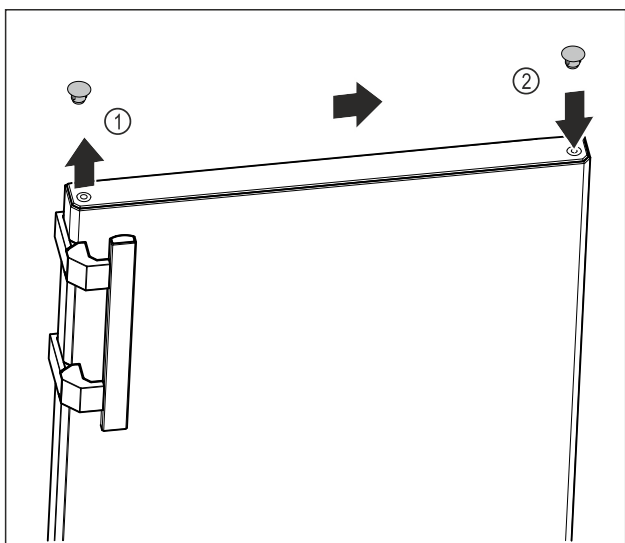

Fig. 17
- ▶ Paceliet uzmanīgi ar plakano skrūvgriezi nosedzošo aizbāzni durvju virspusē Fig. 17 (1).
- ▶ Ievietojiet nosedzošo aizbāzni pretējā pusē. Fig. 17 (2)